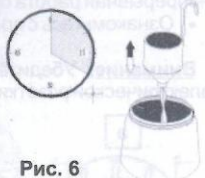

Рис. 6
3. Для получения наилучшего результата лакокрасочный материал должен иметь определенную вязкость, которая может быть оценена с помощью вискозиметра 13 (см. рис.1 и рис.6). Для определения вязкости зачерпните краску вискозиметром и засекийте время, за которое краска полностью вытечет назад в банку. В таблице 1 содержатся временные рекомендации для разных лакокрасочных материалов.